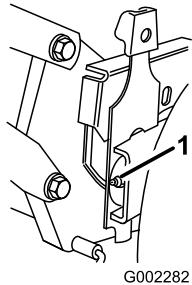

Figure 21
2. Essuyez les graisseurs avec un chiffon propre (Figure 21).
2. Raccordez une pompe à graisse à chaque graisseur et injectez deux ou trois jets de graisse universelle au lithium N° 2 (Figure 21).